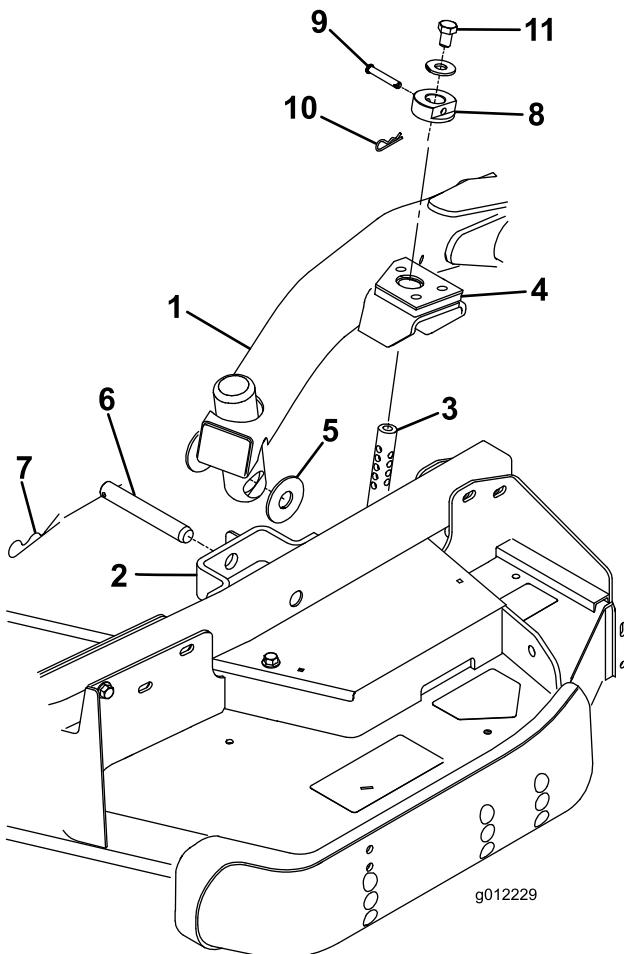

Figure 4
- Placez le levier de relevage en position de flottement. Poussez un bras de relevage vers le bas jusqu'à ce que ses trous soient alignés sur ceux du support du bras pivotant. Il est alors possible d'introduire la tige de réglage de hauteur de coupe dans les patins du bras de levage (Figure 4).
3. Fixez le bras de relevage au bras pivotant avec (2) rondelles de butée, un axe de chape et une goupille fendue. Placez les rondelles de butée entre le bras de relevage et le support de bras pivotant (Figure 4). Insérez l'extrémité de la goupille fendue dans la fente de la patte du bras pivotant pour retenir la goupille fendue.
7. Montez les bagues de hauteur de coupe sur les tiges de réglage de hauteur de coupe et fixez-les avec les axes de chape et les goupilles fendues (Figure 4). La tête de l'axe de chape doit être dirigée vers l'avant du plateau.
8. Montez un boulon 1/2 x 3/4" et une rondelle sur chaque tige de réglage de hauteur de coupe (Figure 4).